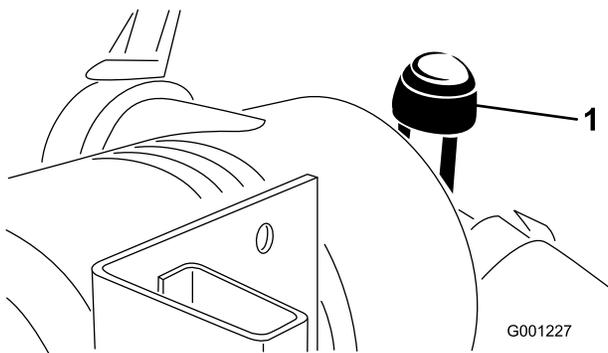

Figura 45
- Effettuate la manutenzione dell'elemento filtrante quando la spia (Figura 45) diventa rossa, oppure ogni 400 ore (più spesso in condizioni estreme di polvere o morchia). Non eccedere nella revisione del filtro dell'aria.
- Se la spia è rossa, azzerate l'indicatore (Figura 45).